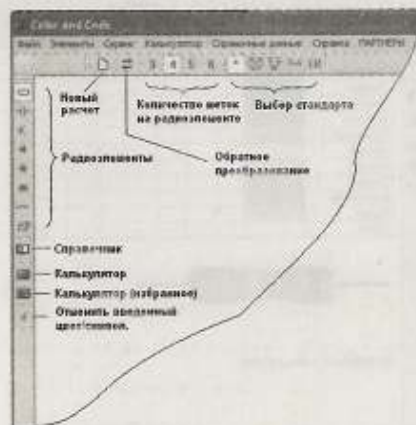

Рис. 1. Стандартный набор инструментов в режиме определения радиоэлементов
Одним из первых приоритетных направлений при создании программного комплекса ставилась задача реализации автоматизации процессов определения радиоэлементов. Причем ставилась цель автоматизации определения не только какого-либо одного типа радиоэлемента, а комплексной реализации определения радиоэлементов в рамках одного приложения – как отечественных, так и зарубежных производителей с предопределенным выбором количества меток. В таком режиме программный комплекс отображает ряд стандартных групп управления (рис. 1). Первая группа – "Радиоэлементы".
В режиме определения радиоэлементов в панели инструментов (с левой стороны) есть функция отмены последнего введенного цвета или кодовой метки (рис. 1). Функция становится доступной после выбора первого цвета или кодовой метки и соответственно производит отмену последнего выбранного пункта.
- в первую очередь выбирается необходимый тип радиоэлемента (таблица 1) из группы “Радиоэлементы” (рис. 1);